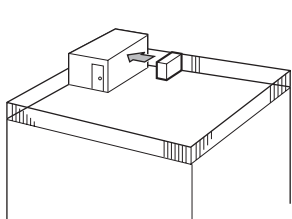

Fig. 2-3
- Orienta la salida de aire hacia la pared más cercana disponible a unos 500 mm, 19-11/16 pulgadas de distancia de la pared. (Fig. 2-3)